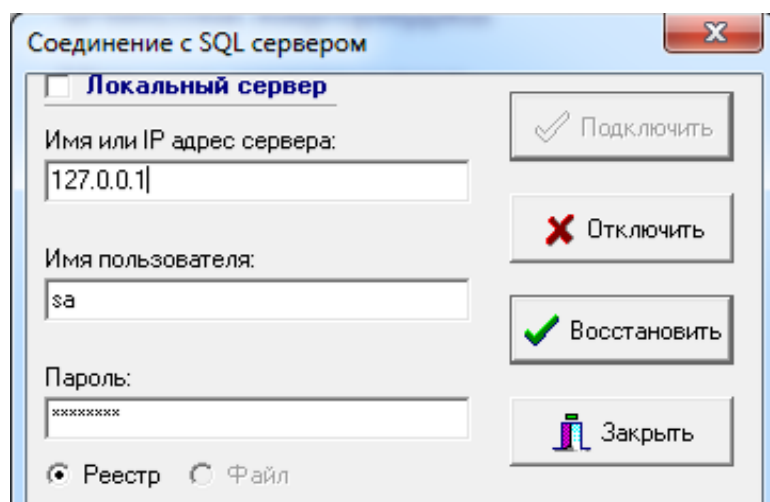

Рис.78 – Авторизация в АРМ РПДА-Г
– в открывшемся окне «Соединение с SQL сервером» (рис.78) необходимо чтобы системный администратор (администратор базы данных) ввел данные пользователя с серверной ролью «**sysadmin**» (например «**sa**»):